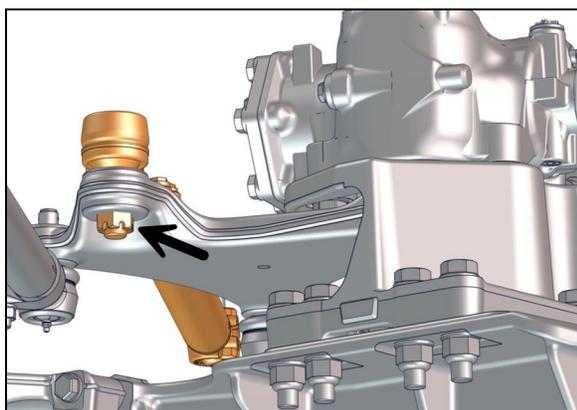

FIGURE 7
8. Retirez la goupille fendue, l'écrou crénelé, puis débranchez le vérin d'assistance hydraulique du levier de commande de direction (T-arm) (Figure 7). OUTIL : extracteur.